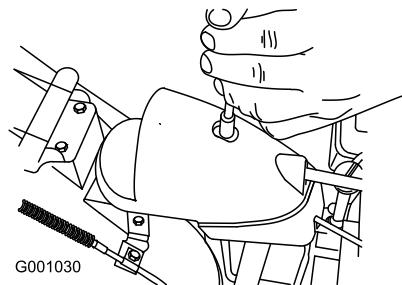

Figure 46
1. Retirez la fixation du couvercle du secteur denté (Figure 46), soulevez l'avant du couvercle et faites-le coulisser en arrière de façon à l'écartier.